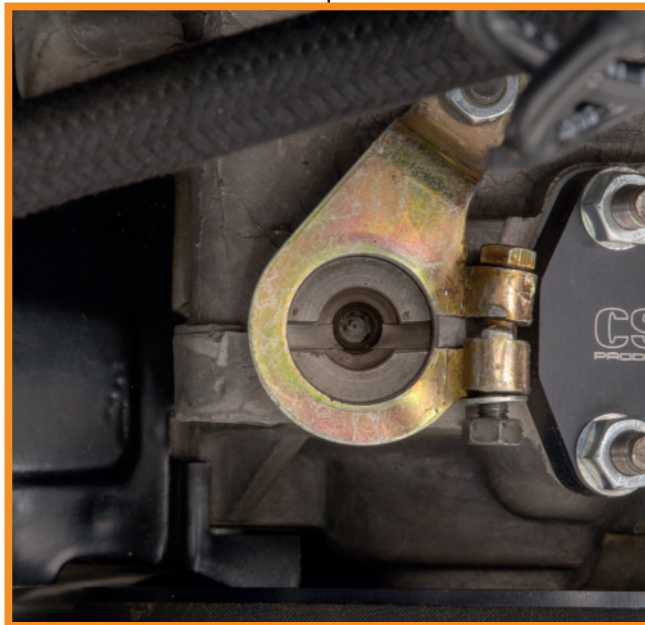

Fig. 2
- The distributor drive pinion in the case has a slot, which interlocks with the distributor foot and drives the distributor. This slot is off-center and on Type-1 and Porsche engines usually in a 90 degree angle to the crankcase seam, when set to ignition timing of cylinder #1! In this case the slot is off-center towards the pulley. It's good advice to take a picture of the slots position for a later reference (Fig. 2). On Type-3 motors the slot points towards the oil cooler and is in a 60 degree angle to the crankcase seam, on Type-4 engines it points slightly left towards the fan shroud and is in a -12 degree angle to the seam.
- Die im Motor sitzende Verteilerantriebswelle hat einen Schlitz, der in den Fuß des Verteilers greift und diesen antreibt. Der Schlitz ist außermittig und steht bei Typ 1- sowie Porsche-Maschinen in der Regel 90 Grad zur Trennfuge des Gehäuses - wenn der Motor auf Zündzeitpunkt Zylinder 1 gestellt ist! Dabei ist der Schlitz in Richtung Riemenscheibe außermittig verschoben. Zur späteren Bestimmung hilft es ein Foto von der Stellung des Schlitzes zu machen (Fig. 2). Bei Typ-3 Motoren zeigt der außermittige Schlitz in Richtung Ölkühler im Winkel von etwa 60 Grad zur Trennfuge, bei Typ 4 leicht in Richtung Gebläsekasten im Winkel von -12 Grad zur Trennfuge.